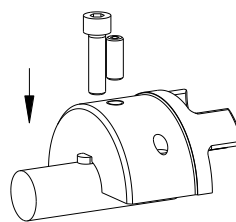

Bild 7
- Legen Sie die obere Halbschale der ersten SPLIT-Nabe mit eingesetzter Zylinderschraube auf die Welle (siehe Bild 7).